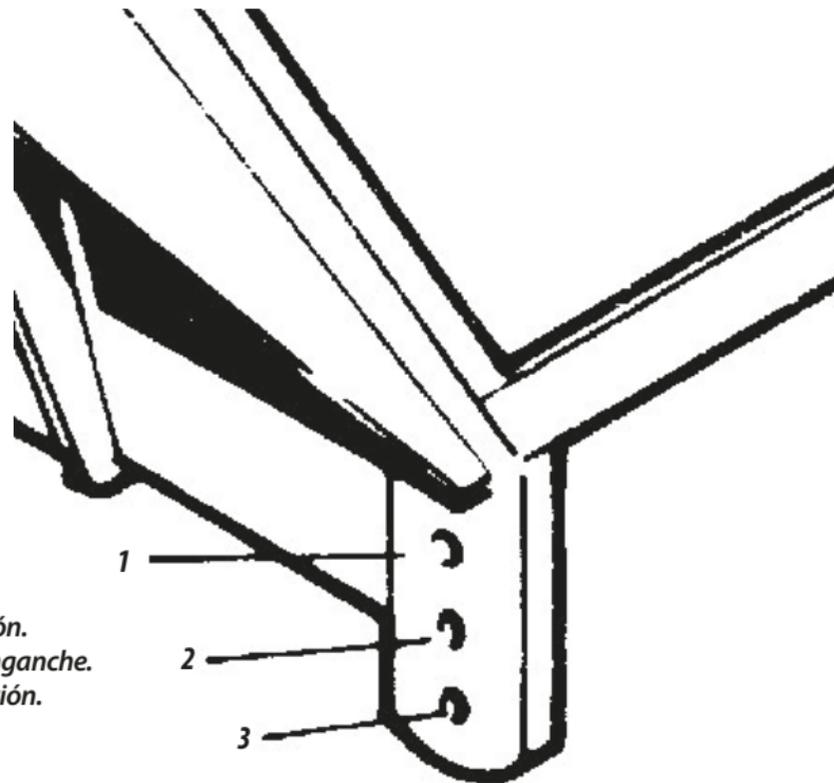

FIGURA 10
- En la armación delantera son soldados los brazos de enganche, que poseen tres agujeros, conforme **figura 10**, con la finalidad principal de nivelar el cabezal de la rastra em relación a la barra de tracción del tractor.